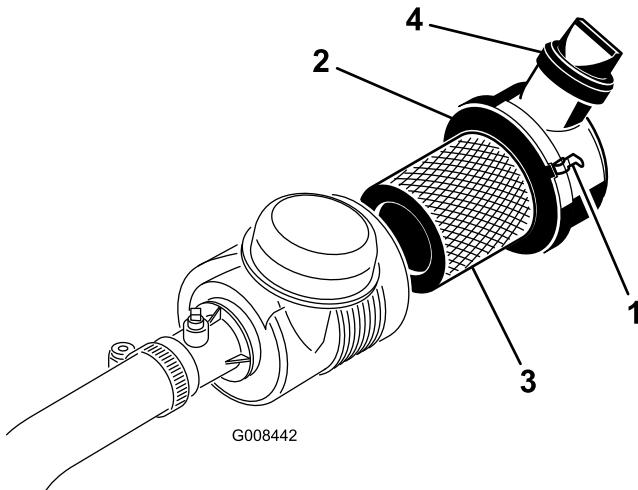

Figura 30
1. Liberte os trincos que fixam a cobertura do filtro de ar ao respetivo corpo (Figura 30).
- Certifique-se de que os trincos prendem a cobertura ao corpo (Figura 30).